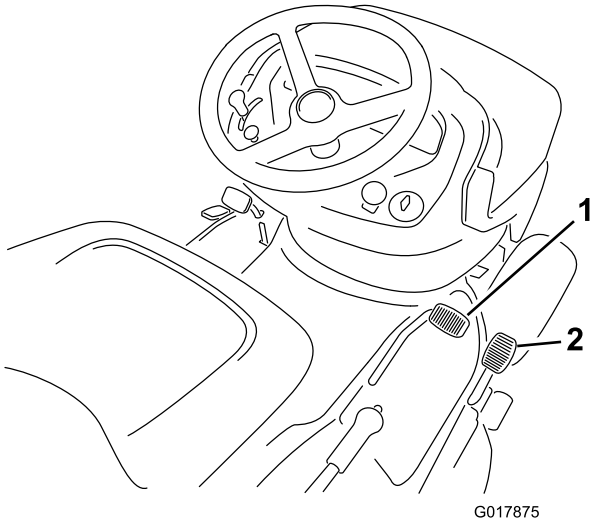

Figura 14
2. Coloque el pie en el pedal de marcha hacia adelante y pise lentamente el pedal para desplazarse hacia adelante (Figura 14).
2. Coloque el pie en el pedal de marcha atrás y pise lentamente el pedal para desplazarse hacia atrás (Figura 14).